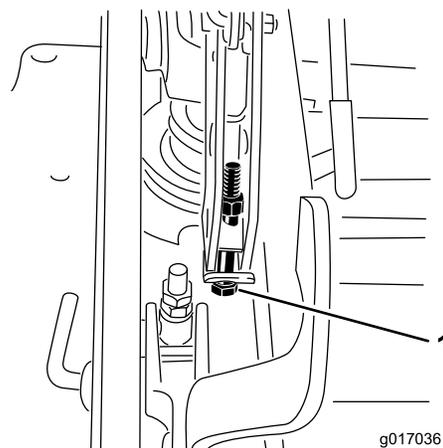

**Figura 90**
12. Per agire sull'impianto di regolazione da un punto unico, allentate i 2 bulloni alla base della piastra dell'altezza di taglio. Vedere Figura 90.
14. Serrate i 2 bulloni alla base della piastra dell'altezza di taglio (Figura 90). Serrate a 37-45 N·m.